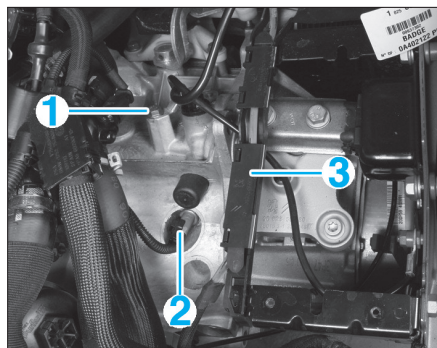

FIG. 3
- la masse (1) du carter de boîte de vitesses (Fig.3),
- le contacteur (2) de marche arrière.
- Déposer le guide de faisceau électrique (3).